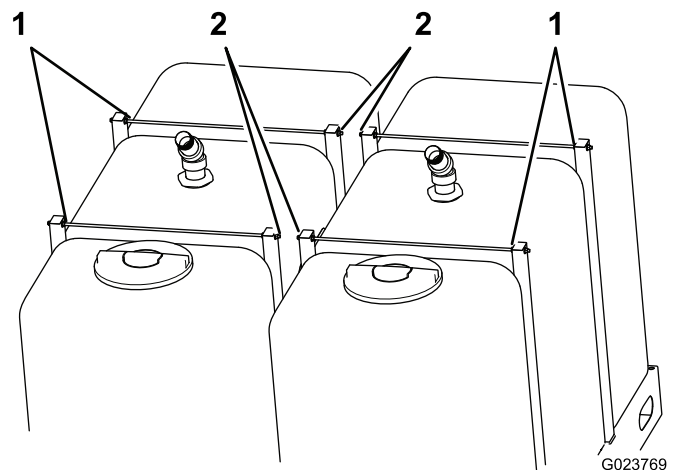

Figura 5
- Retire la tuerca interior (Figura 5) de cada una de las 4 varillas de soporte.